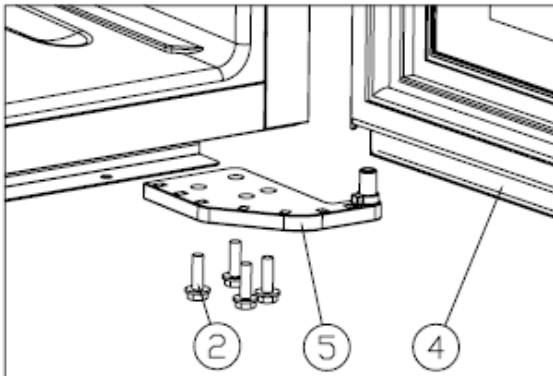

Figure 2
- ✧ Dévissez les vis M5*16, démontez la charnière supérieure droite ⑤. [Figure 2]